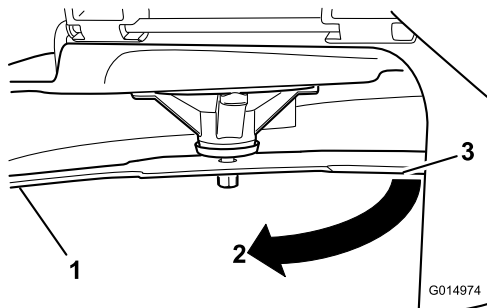

Figura 73
4. Gire la misma cuchilla 180 grados de manera que el otro extremo esté en la misma posición (**Figura 73**).